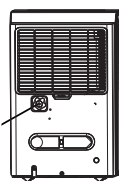
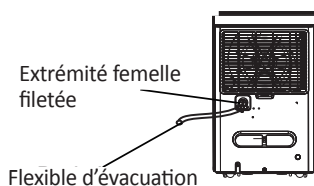

Fig.3
Fig.4
- Retirez le couvercle en plastique du raccord d'évacuation arrière de l'unité et posez-le de côté, puis insérez le flexible d'évacuation dans le raccord d'évacuation de l'unité et raccordez-le au siphon de sol ou à une installation de drainage adaptée. (Voir fig. 3 et fig. 4.)